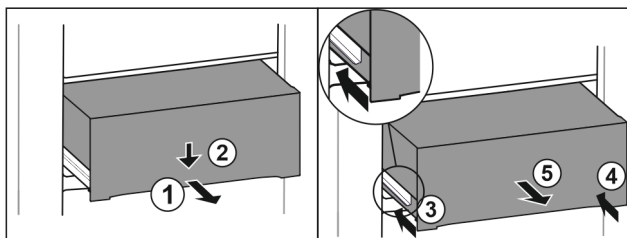

Fig. 135
- Extraiga el cajón hasta la mitad. Fig. 135 (1)
- Presionar hacia abajo el cajón de la parte delantera. Fig. 135 (2)
- Introducir el carril izquierdo unos 2 cm. Fig. 135 (3)
- Introducir el carril derecho unos 2 cm. Fig. 135 (4)
- Extraiga el cajón hacia delante. Fig. 135 (5)